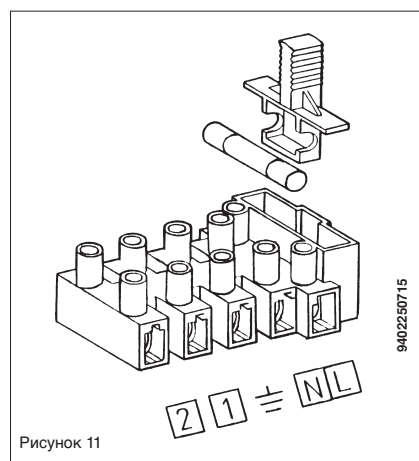

Рисунок 11
- Откройте клеммную коробку (рисунок 11) в соответствии с указаниями, данными в предыдущем разделе;
- снимите перемычку, стоящую между клеммами (1) и (2);